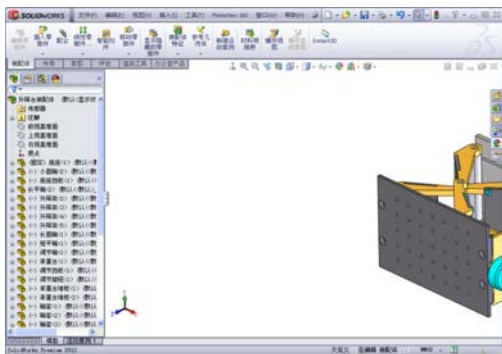

图 1-35 视图显示
- ◆ 在绘图区上方单击 (整屏显示全图) 按钮，如图 1-35 所示。
- ◆ 在绘图区上方单击 (局部放大) 按钮，如图 1-35 所示。